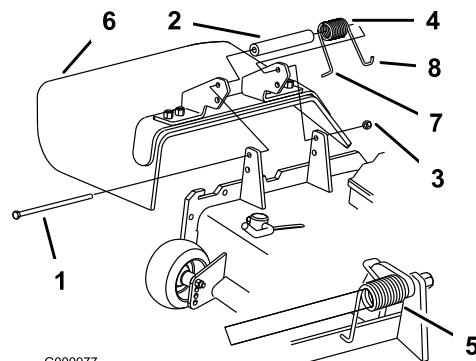

Figura 85
1. Togliete il dado di bloccaggio, il bullone, la molla e il distanziale che fissano il deflettore alle staffe orientabili del tosaerba (Figura 85). Togliete il deflettore dell'erba tagliata se è danneggiato o consumato.
Nota: Prima di montare il bullone, come riportato nella Figura 85, verificate che l'estremità diritta della molla sia inserita dietro il bordo della scocca.
3. Montate il bullone e il dado. Infilate l'estremità a gancio **J** della molla attorno al deflettore dello sfalcio (Figura 85).